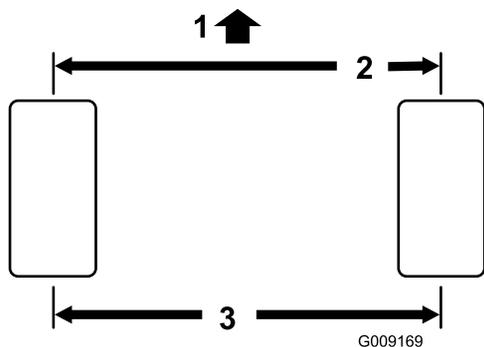

図 48
1. 後輪の前と後ろで、左右のタイヤの中央線間距離を測るアクスルの高さ位置で計測。前での計測が 3 mm 小さければ正常である 図 48。